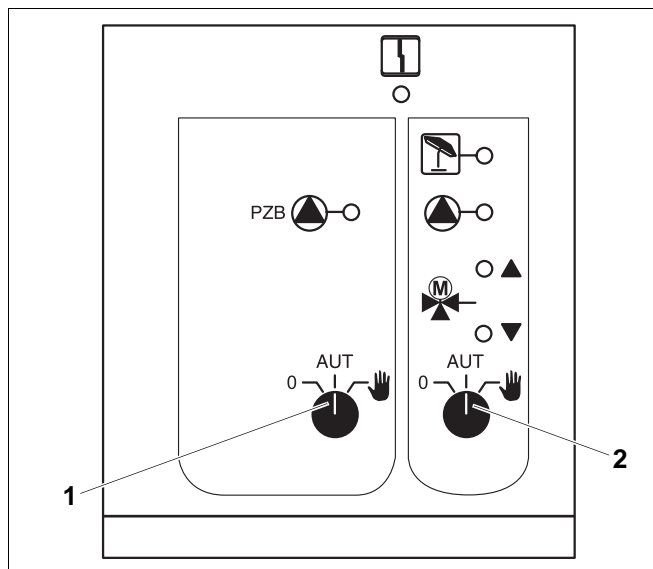

Fig. 25 Module central ZM 433
- Positionnez le commutateur de sélection pour le circuit de chauffage (fig. 25, **pos. 1**)
- Positionnez le commutateur de sélection pour le circuit de chauffage (fig. 25, **pos. 2**)